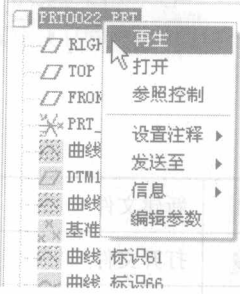

图 1-7 快捷菜单
(1) 左键: 用于选择菜单、工作按钮、明确绘制图素的起始点与终止点, 确定文字注释位置以及选择模型中的对象等。
(2) 中键: 单击中键表示结束或完成当前操作, 一般情况下与菜单中的【完成】命令、对话框中的【确定】按钮、特征操控板中的确认按钮功能相同。此外, 鼠标中键还用于控制模型的视角交换、缩放模型的显示及移动模型在视区中的位置等, 具体操作如下。
① 按下鼠标中键并移动鼠标, 可以向任意方向旋转视区中的模型。
② 对于中键为鼠轮的鼠标, 转动鼠轮可放大或缩小视区中的模型。
③ 同时按下 **Ctrl** 键和鼠标中键，上下拖动鼠标可放大或缩小视区中的模型。
④ 同时按下 **Shift** 键和鼠标中键，拖动鼠标可平移视区中的模型。
(3) 右键：选中对象（如工作区、模型树中的对象、模型中的图素等），单击右键，弹出相应的快捷菜单，如图 1-7 所示。